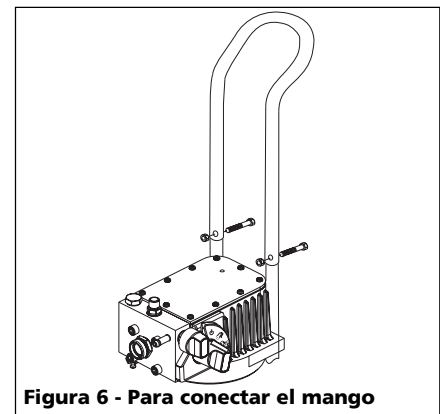

Figura 6 - Para conectar el mango
7. Colóquese detrás de la unidad, alcance el mango y agarre firmemente los extremos al fondo del mango. Presione el mango hacia abajo (ver Figura 6).